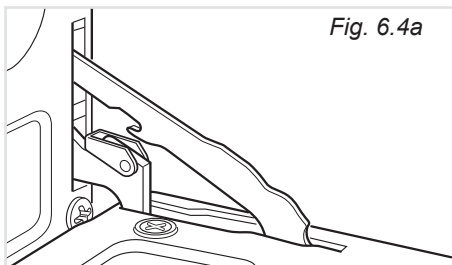

Fig. 6.4a
- Aprire completamente la porta del forno (fig. 6.4a).